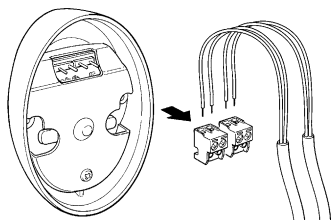

Abbildung 53
**7** Die Stromkabel an den dazu vorgesehenen Klemmen OPEN und STOP anschließen, wie auf Abbildung 53 gezeigt. Eine Polung ist nicht zu beachten. Um die Arbeiten zu vereinfachen, können die Klemmen entfernt werden. Die Verbindungen ausführen, dann die Klemmen wieder anbringen.